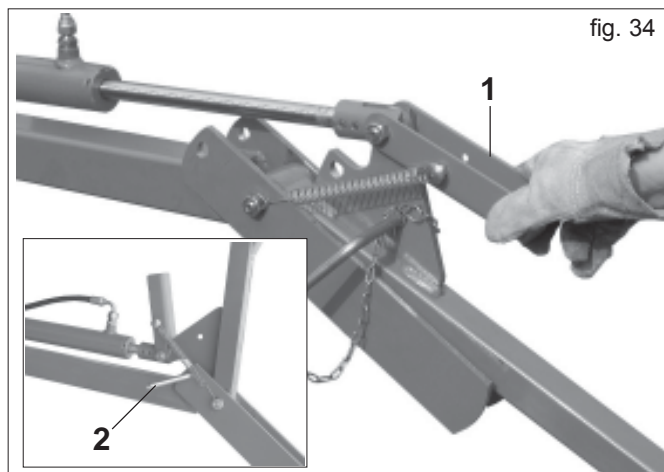

fig. 34
- 3) Soulever l'étrier de blocage (1 Fig. 34).
- 4) Pour soulever complètement la herse recouvre-graines en position de transport, actionner l'installation oléodynamique, bloquer la herse moyennant les loquets de sécurité (2 Fig. 34) et les fixer à l'aide des goupilles destinées à cet usage. **Les loquets de sécurité doivent être introduits de l'intérieur de la machine vers l'extérieur. Dans le cas contraire, ils seraient endommagés par le soulèvement du chariot arrière.**